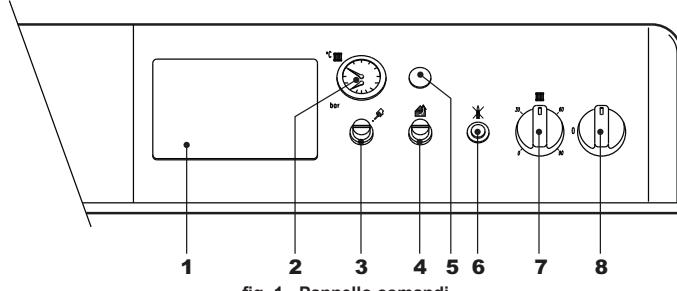

fig. 1 - Pannello comandi
- Portare l'interruttore di caldaia "8" sulla posizione 1 (fig. 1).
- Qualora la caldaia venga dotata di una centralina elettronica termostatica, montata in posizione 1 di fig. 1, l'utente dovrà tenere conto anche delle istruzioni fornite dal costruttore della stessa.
Ruotando la manopola 7 di fig. 1 in senso orario la temperatura dell'acqua di riscaldamento aumenta, in senso antiorario diminuisce. La temperatura può essere variata da un minimo di 30° ad un massimo di 90°. Consigliamo comunque di non far funzionare la caldaia al di sotto dei 45°.
Impostare tramite il termostato ambiente la temperatura desiderata all'interno dei locali. Su comando del termostato ambiente la caldaia si accende e porta l'acqua impianto alla temperatura impostata dal termostato di regolazione caldaia 7 di fig. 1. Al raggiungimento della temperatura desiderata all'interno dei locali il generatore si spegne.
La pressione di caricamento ad impianto freddo, letta sull'idrometro caldaia part. 2 di fig. 1, deve essere di circa 1,0 bar. Qualora durante il funzionamento la pressione dell'impianto scendesse (a causa dell'evaporazione dei gas disciolti nell'acqua) a valori inferiori al minimo sopra descritto, l'utente dovrà, agendo sul rubinetto di caricamento, riportarla al valore iniziale. A fine operazione richiedere sempre il rubinetto di riempimento.